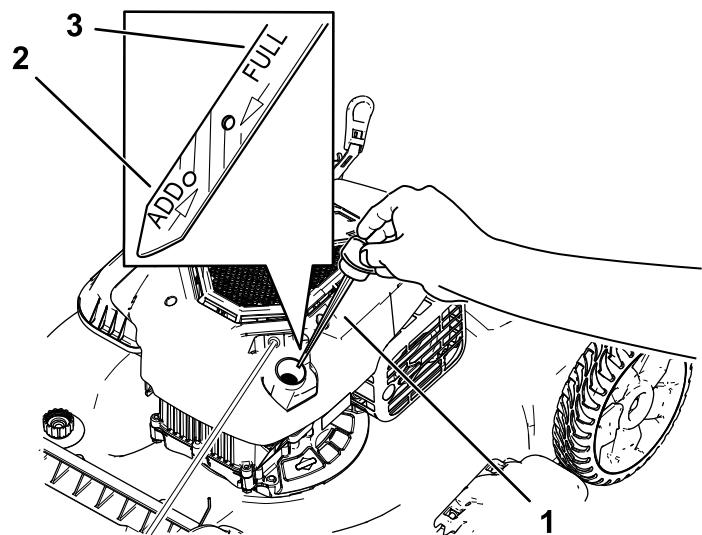

Bild 24
3. Entfernen Sie den Peilstab, indem Sie den Deckel nach links drehen und herausziehen (Bild 24).
10. Lesen Sie den Ölstand am Peilstab ab. (Bild 24)